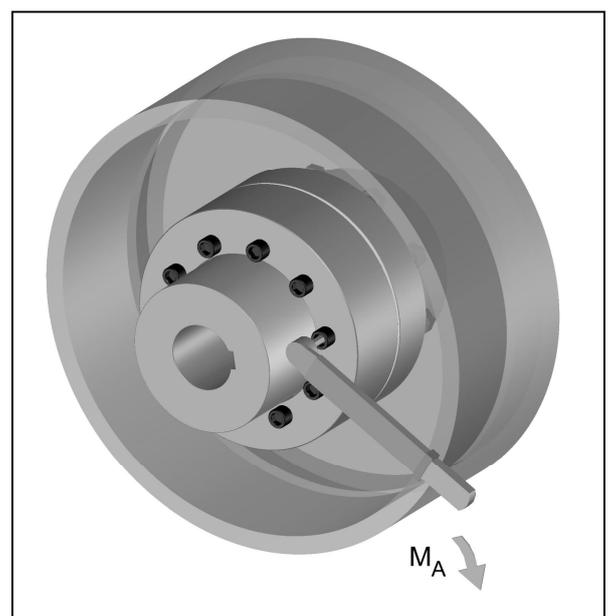

Bild 13
- Ziehen Sie die Klauenringverschraubung mit dem in Tabelle 8 vorgeschriebenen Anzugsdrehmoment  $M_A$  fest (Bild 13).